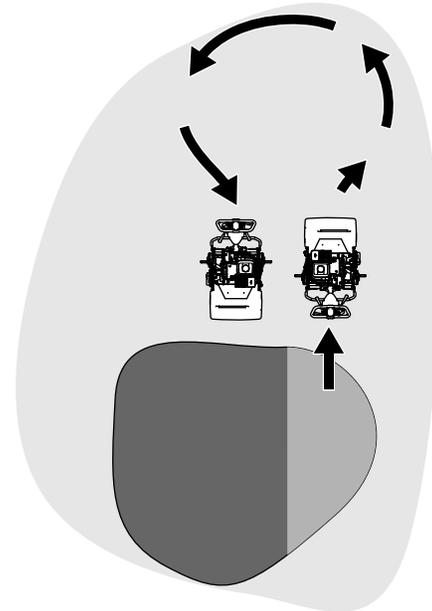

Bild 24
- Heben Sie die Mähspindel an (drücken Sie den Hebel nach unten) und wenden Sie tränenförmig auf der Antriebstrommel, wenn Sie die Maschine vom Grün fahren (Bild 24).
1. Den Antriebskupplungshebel am Getriebe (Bild 24) lokalisieren.